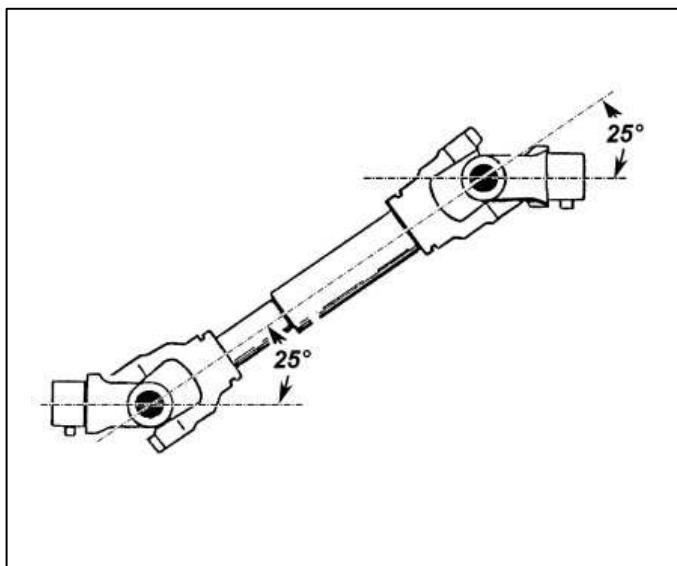
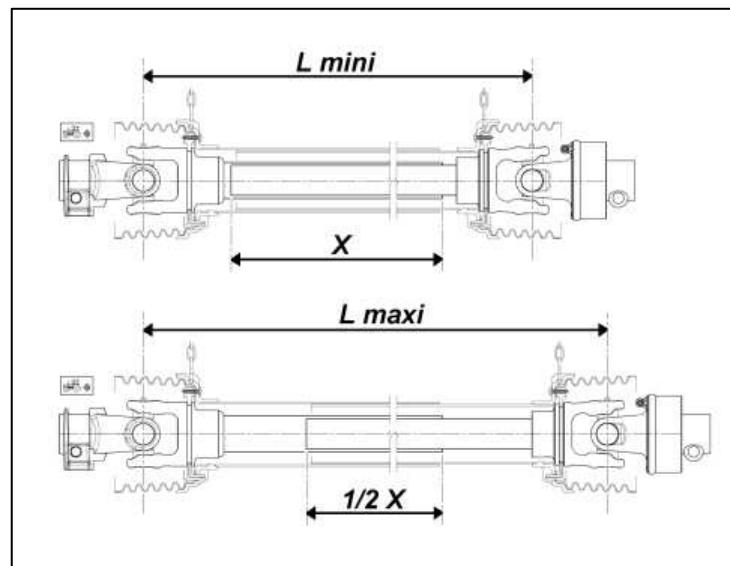
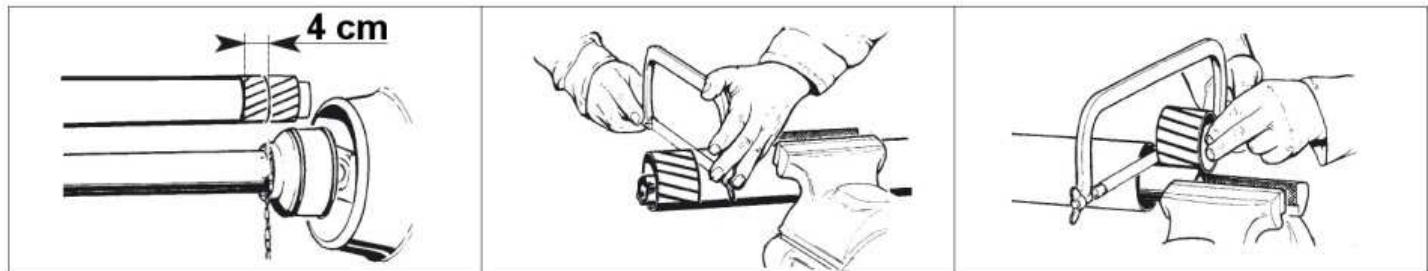

Fig. 1
Fig. 2
Fig. 3
3. Draai de borgbeugels of schroeven los (A, B, C fig. 1).
- Regel de lage aanslag van de vorensteller (D, fig. 2) zo dat de belangrijkste arm op 720 mm van de bodem is (fig. 1).
Wanneer de vorensteller op een hindernis op de bodem stuit, zal de breekbout breken, waardoor schade aan de vorensteller wordt voorkomen (fig. 3).
Er is een andere breekbout bijgeleverd ter vervanging (fig. 3).
Au travail, respecter un angle de transmission maximal de 25° (fig. 1).
Pour la longueur maximale (fig. 2), le recouvrement mini doit être égal à la moitié de la valeur d'emboîtement totale X.
Pour la longueur minimale (fig. 2), respectez une cote de 4 cm à chaque bout (fig. 3).